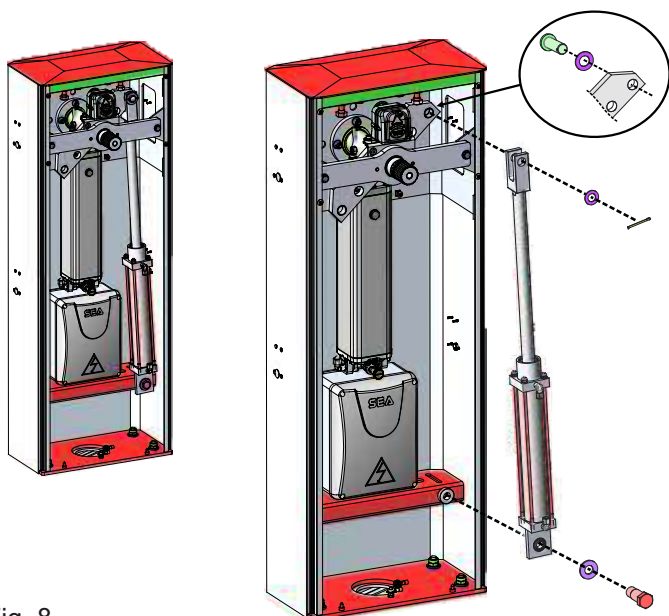
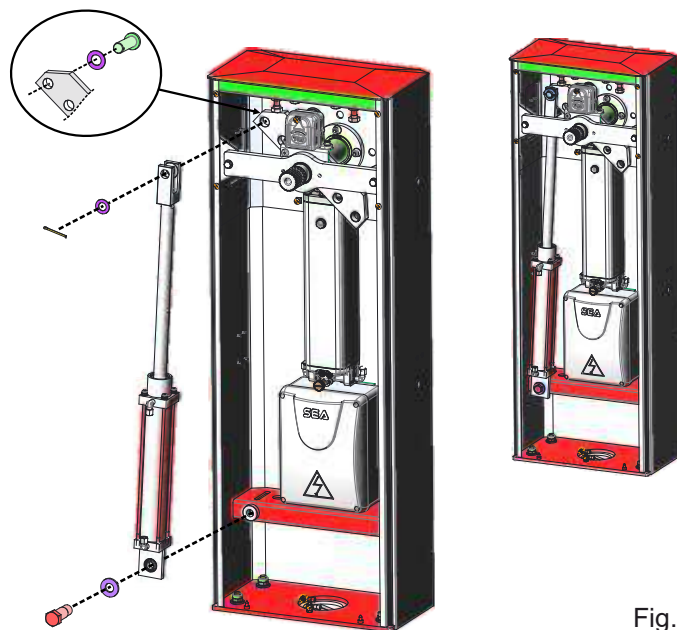

Fig. 8
Fig. 9
- dévisser le piston hydraulique - Fig. 8, lui-dégager des tuyaux hydrauliques en évitant qu'ils s'entrelacent, puis placer le piston au côté opposé de la barrière et serrer avec les vis de fixation - Fig. 9
⚠ Pour un équilibrage correct de la lisse, il est recommandé de dévisser le piston du balancier, comme indiqué au chapitre 4 - Fig. 8 ou Fig. 9